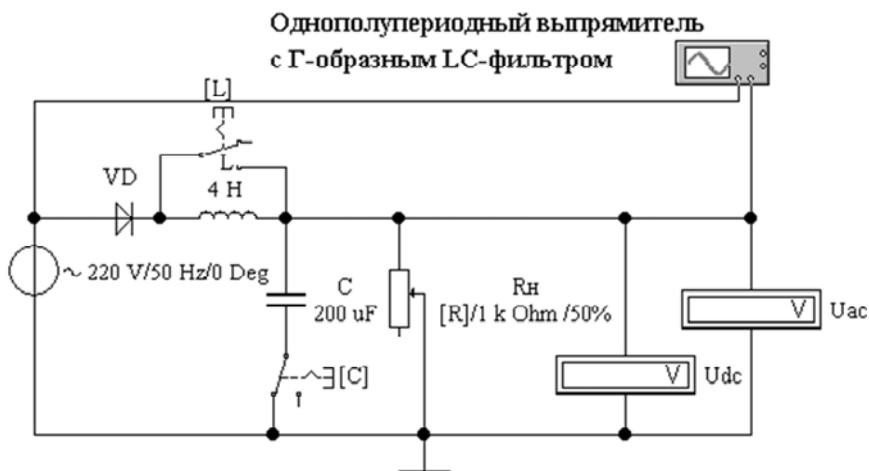

Рис. 16.6. Однополупериодный выпрямитель с LC-фильтром (файл `rect17.ewb`)
6. Изучить однополупериодный выпрямитель с LC -фильтром (файл **rect17.ewb**, рис. 16.6). Решить задачу 13.17 [2]. Проверить решение задачи в EWB. Определить коэффициент пульсаций по показаниям вольтметров U_{ac}/U_{dc} для разных сглаживающих фильтров.